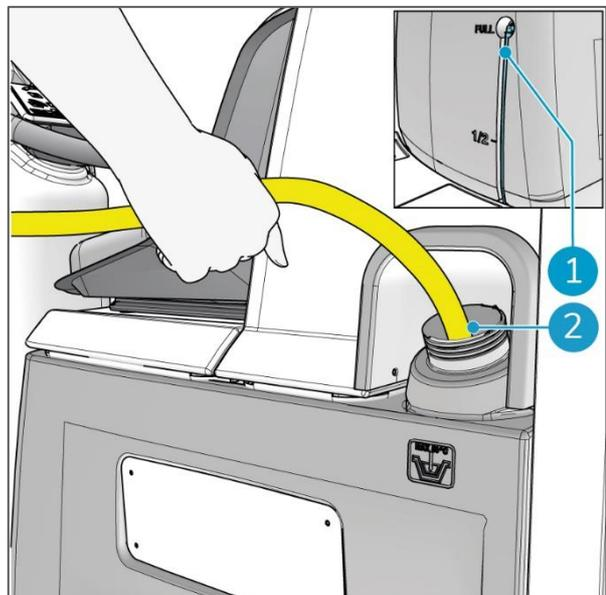

Abbildung 20
2. Führen Sie einen Wasserschlauch in die Öffnung ein (Abbildung 20, Pos. 2).
3. Achten Sie auf die Füllstandanzeige (Abbildung 20, Pos. 1) und befüllen Sie den Tank mit maximal 58 l Wasser.